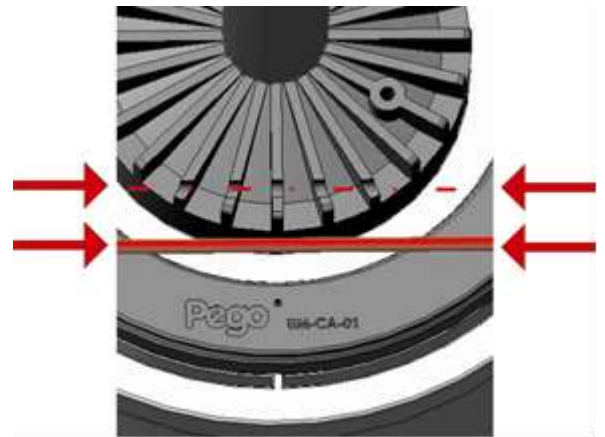

Fig. 36
- C. Deslice la brida superior sobre el cilindro, empujándolo hasta que toque el fondo y dirigiendo el asiento de los resortes en paralelo a ellos (fig. 36).